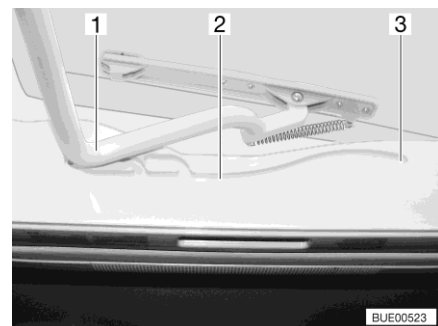

Fig. 115 Guía (claraboya Heki)
- Tirar el estribo (Fig. 115,1) en las guías (Fig. 115,2) hasta la posición trasera final (Fig. 115,3).
- Empujar el estribo (Fig. 115,1) ligeramente hacia arriba con ambas manos.
- Tirar el estribo en las guías (Fig. 115,2) hasta la posición deseada.